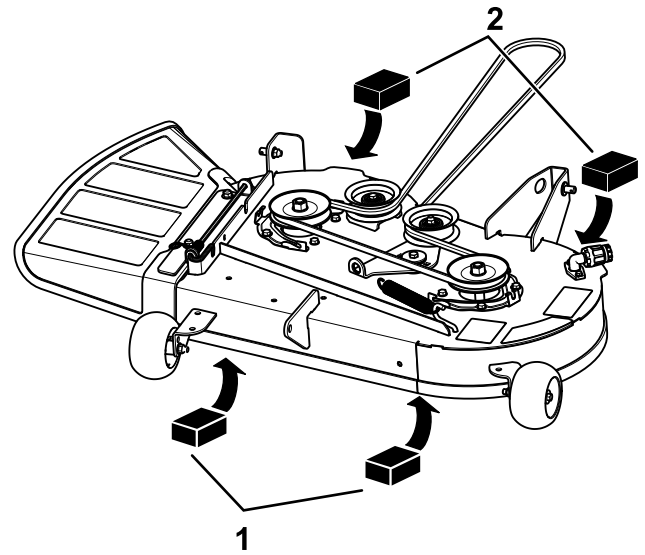

Figura 69
4. Coloque dos bloques de 6.6 cm (2⁵/₈") de grosor debajo de cada lado del borde delantero de la carcasa, pero no debajo de los soportes de los rodillos protectores del césped (Figura 69).
5. Coloque dos bloques de 7.3 cm (2⁷/₈") de grosor debajo del borde trasero del faldón de la carcasa de corte, uno en cada lado de la carcasa de corte (Figura 69).